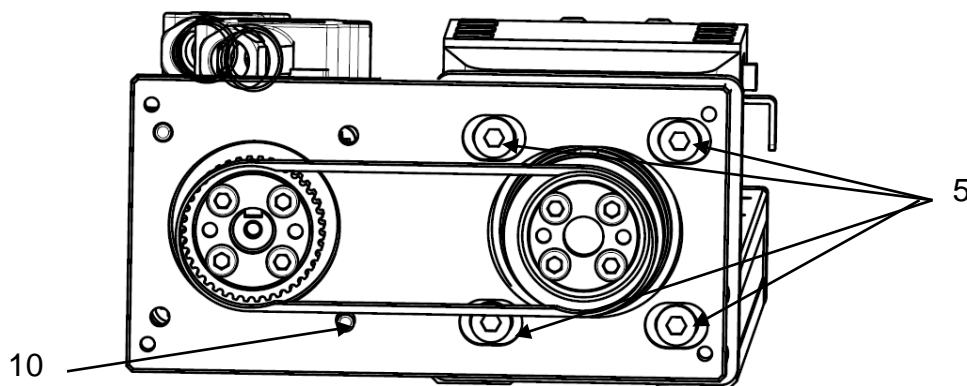

Рисунок 11 – Установка зубчатого ремня.
5) натянуть зубчатый ремень (поз. 10) при помощи регулировки винтов (поз. 5), ремень натягивается за счет перемещения корпуса комплекта и фиксируется винтами (см. рисунок 11);